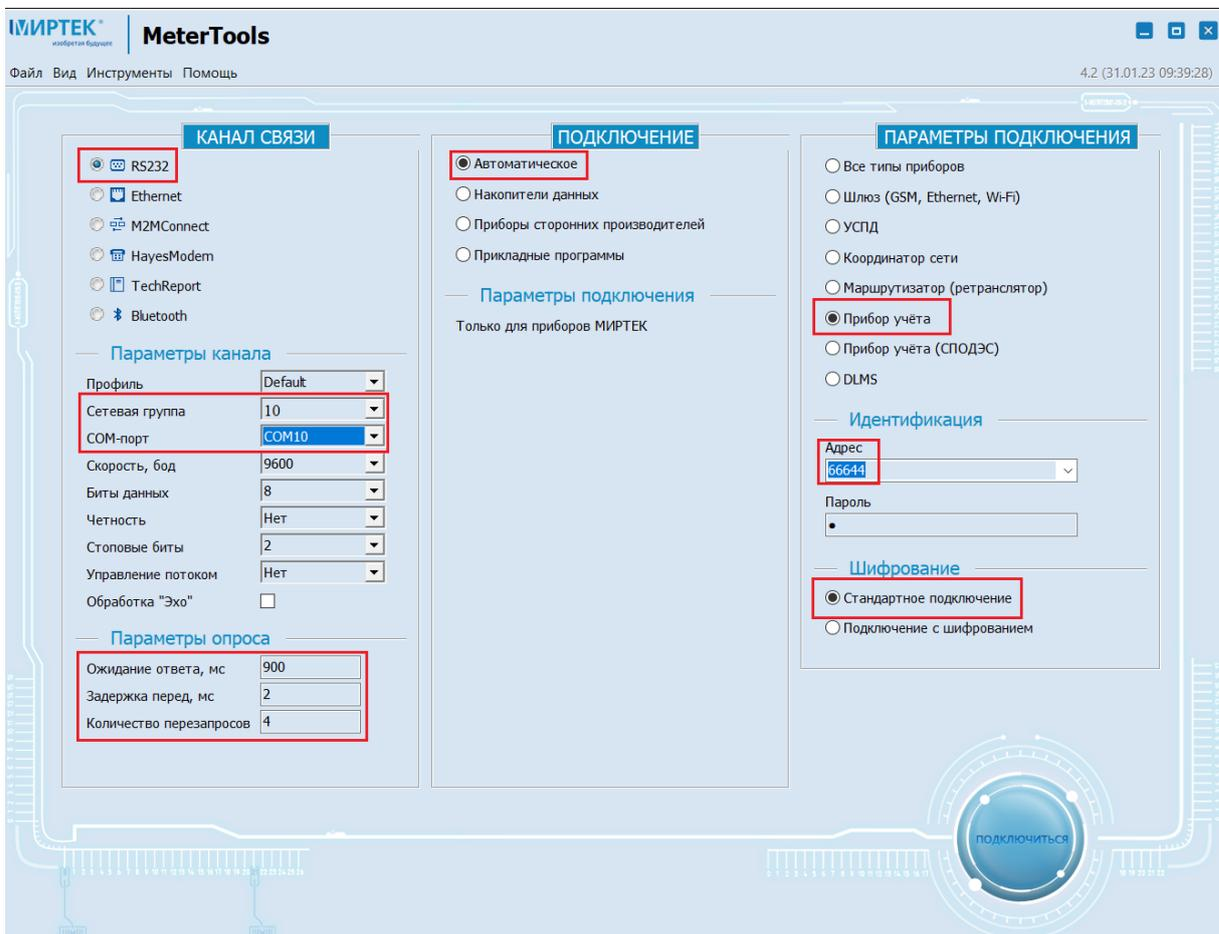

Рисунок 2.3 – Пример ввода параметров для подключения по RF433.
- 2.1.10 После ввода необходимых параметров (пример на рис. 2.3) нажать кнопку «Подключиться».